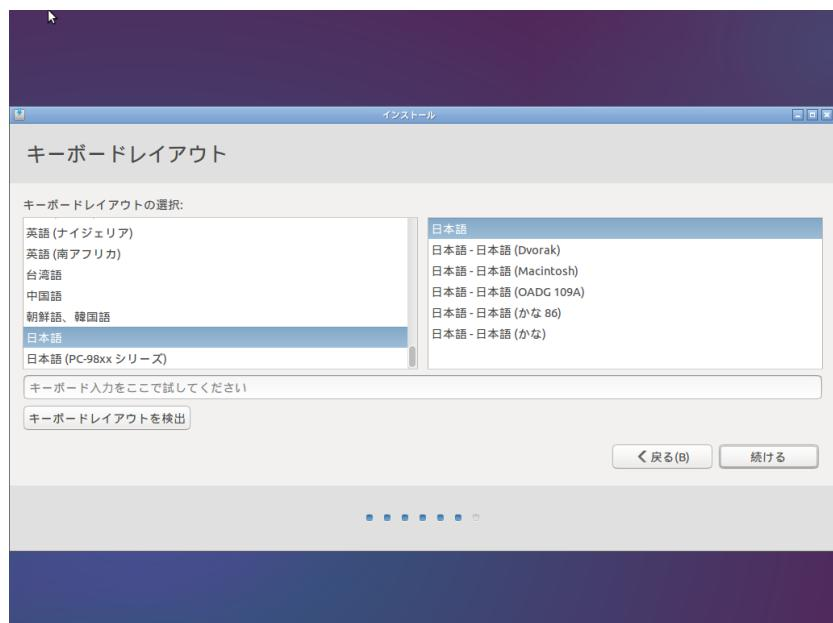

図 3-5-1-7. キーボードレイアウト設定画面
- ⑨ 図3-5-1-8のようなユーザ設定画面が表示されます。